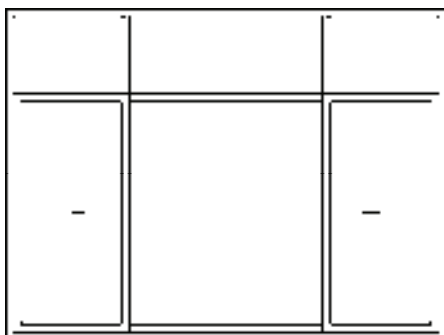

图 11-40 立面窗套
1) 按〈Ctrl+O〉组合键，打开配套光盘提供的“第 11 章/11.3.3 立面窗套.dwg”素材文件，结果如图 11-40 所示。